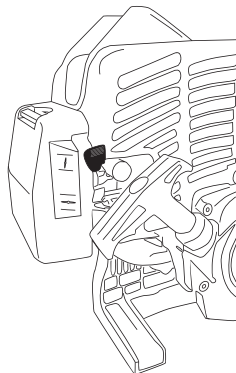

Рис. 17
4. Крепко сжать рукоятку, надавить на клавишу дроссельной заслонки (газ) (Рис. 17) до положения полного открытия и удерживая, надавить на фиксатор курка газа. Затем отпустить клавишу дроссельной заслонки (газ), удерживая фиксатор курка газа. Отпустить фиксатор курка газа.